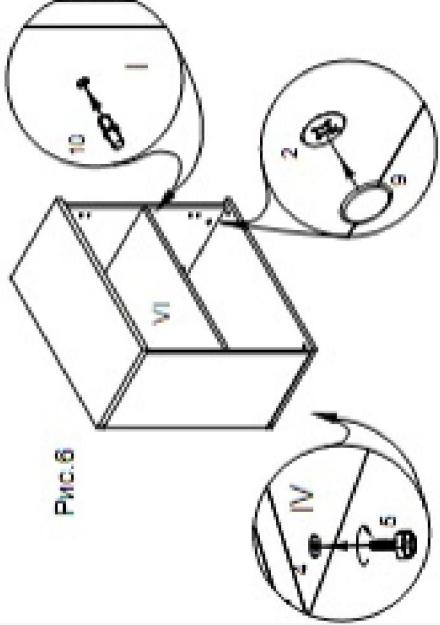

Рис.6
Вкрутить в футорки опор регулируемых (4) регулируемые опоры (5), см. рис.6. Установить стеллаж вертикально. Отрегулировать устойчивость стеллажа при помощи регулируемых опор (5), см. рис.6. Вставить в отверстия в боковинах (1) полкодержатели (10). Установить на них полку съемную (VI).
Закрыть стяжки-эксцентрики (2) двойчатными заплечиками (9) см. рис.6.